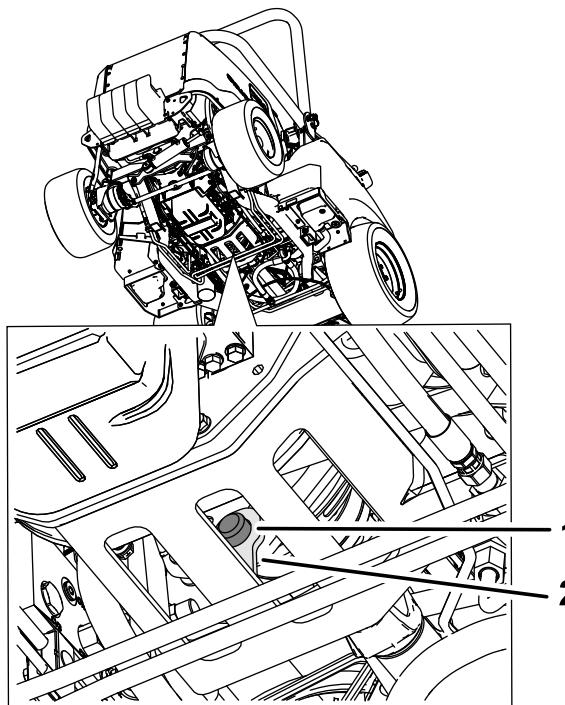

図 74
4. 金属製リテナーとクラッチからゴム製バンパーを取り外す (図 74)。